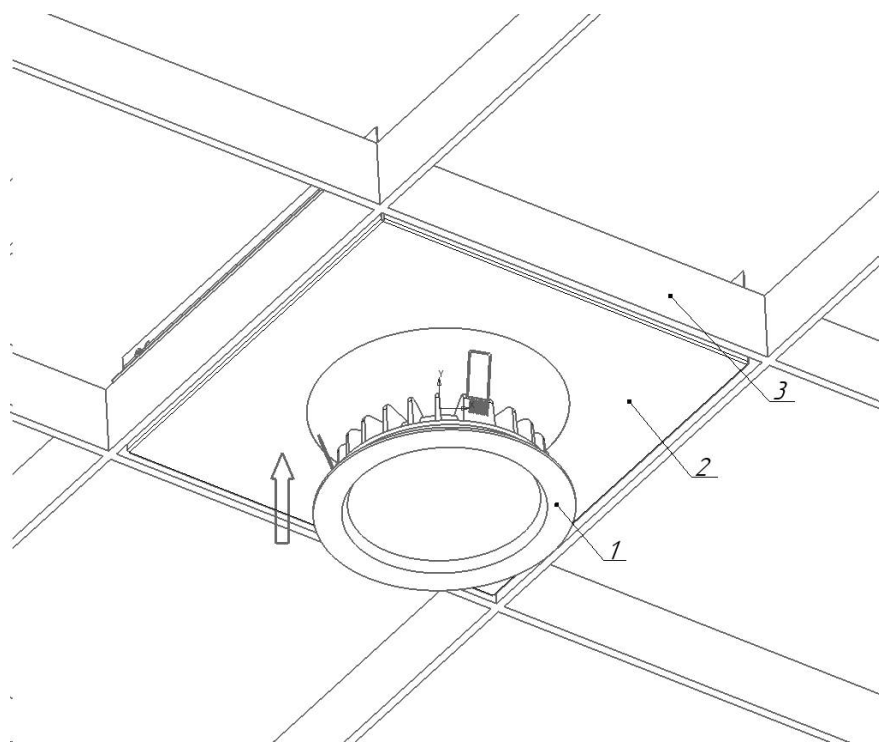

Рисунок 6 - Схема установки светильника в потолок Грильято
5.3.4 Сжав пружины, установите светильник в крепление Грильято (см. рисунок 6).